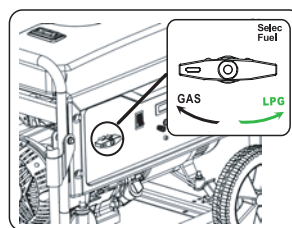

Fig 10
- Ponga el switch en "GASOLINA". (fig 10)
- Ponga el switch en "PROPANO". (fig 10)